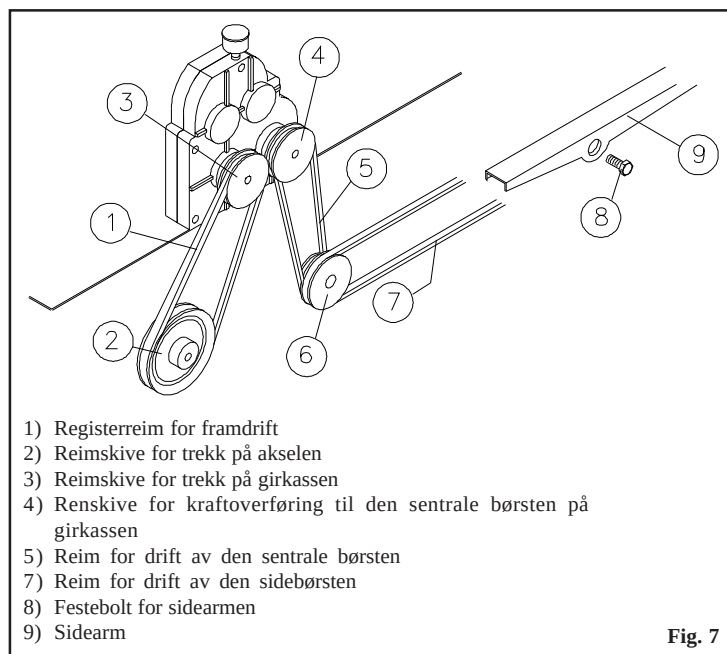

Fig. 7
- Fjern reimen, **pos. 7 fig. 7**, fra inne i remskiven, **pos. 6 fig. 7**.
- Fjern reimen, **pos. 5 fig. 7**, fra inne i remskiven, **pos. 4 og 6 fig. 7**.
- Sett inn reimen, **pos. 7 fig. 7**, inn i remskiven, **pos. 6 fig. 7**.
- Fjern reimen, **pos. 7 fig. 7**, fra remskiven, **pos. 6 fig. 7**.
- Skru løs festebolten, **pos. 8 fig. 7** og la krokene på sidearmen hektes løs, **pos. 9 fig. 7** fra det frie tannhjulet.
- Fjern reimen, **pos. 7** fra sidearmen, **pos. 9 fig. 7**.
- Hekt tilbake på plass sidearmen, **pos. 9 fig. 7** på det frie tannhjulet.
- Skru tilbake festebolten, **pos. 8 fig. 7**.
- Før reimen, **pos. 7 fig. 7**, inn i remskiven, **pos. 6 fig. 7**.
- Skru løs festeskruen fra remskiven, **pos. 4 fig. 7** og trekk den ut fra akslingen til girkassen, forsiktig så man ikke mister nøkkelen.
- Skru løs festeskruen fra remskiven, **pos. 3 fig. 7** og trekk den ut fra akslingen til girkassen, forsiktig så man ikke mister nøkkelen.
- Fjern reimen, **pos. 1 fig. 7**.
- Før inn den nye reimen i remskiven, **pos. 2 fig. 7**.
- Monter remskiven på girkassen, **pos. 3 Fig. 7**, med reimen allerede plassert i den indre delen av skiven.